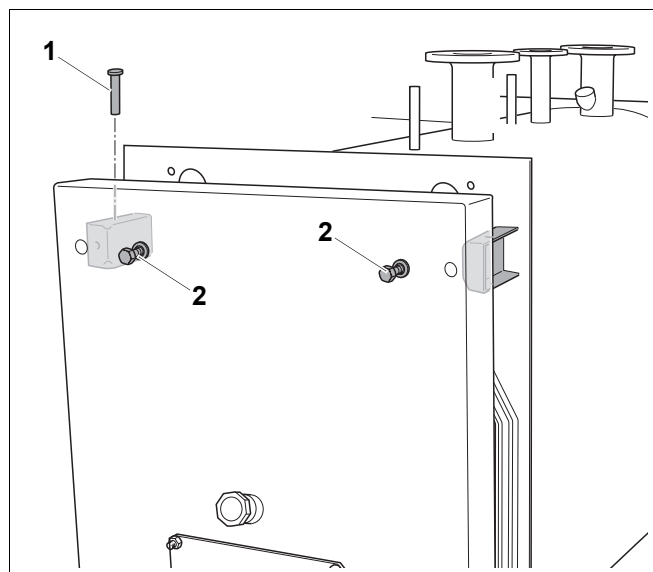

Рис. 8 Верхние шарниры
- У дверей без отверстий для крана заверните рым-болты в два верхних отверстия (рис. 8, поз. 2, стр. 8) в двери.
- Вставьте сверху шарнирные оси (рис. 8, поз. 1).
- Заверните болты M12 (рис. 8, поз. 2) с надетыми на них шайбами в резьбовые отверстия на передней стенке котла.